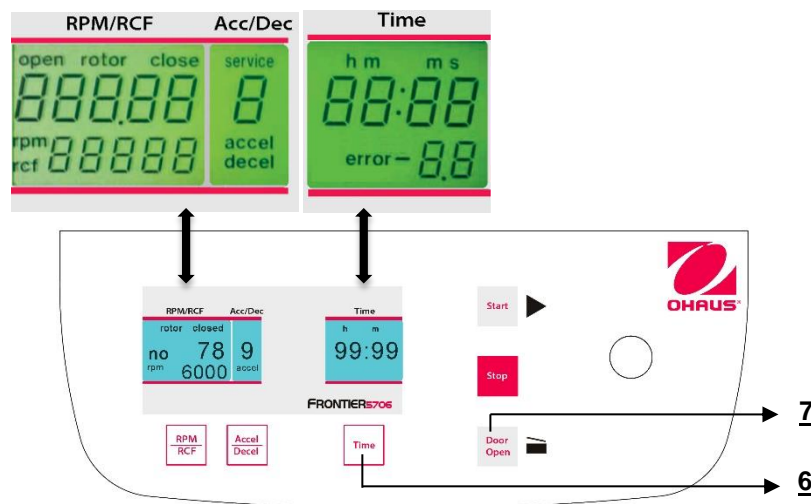

Figura 26
Mentre la centrifuga è disconnessa, premere simultaneamente i tasti "Time"(6) e "Door Open" (7) e connettere l'interruttore principale della centrifuga. Adesso, rilasciare entrambi i tasti e - per effetto di ciò - viene eseguita una prova del display per circa 5 secondi. Tutti gli indicatori appariranno allo stesso tempo (Vedere figura 26).